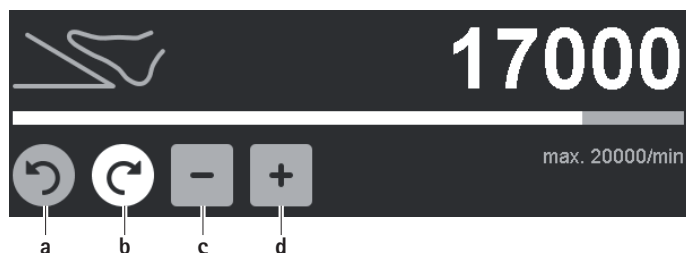

Fig. 6 Modifica del limite superiore dell'intervallo di numeri di giri/senso di rotazione
- Modificare il senso della rotazione (eccetto per il trapano GA844): Premere il pulsante grigio non attivo della rotazione oraria/antioraria **a/b**, vedere Fig. 6.